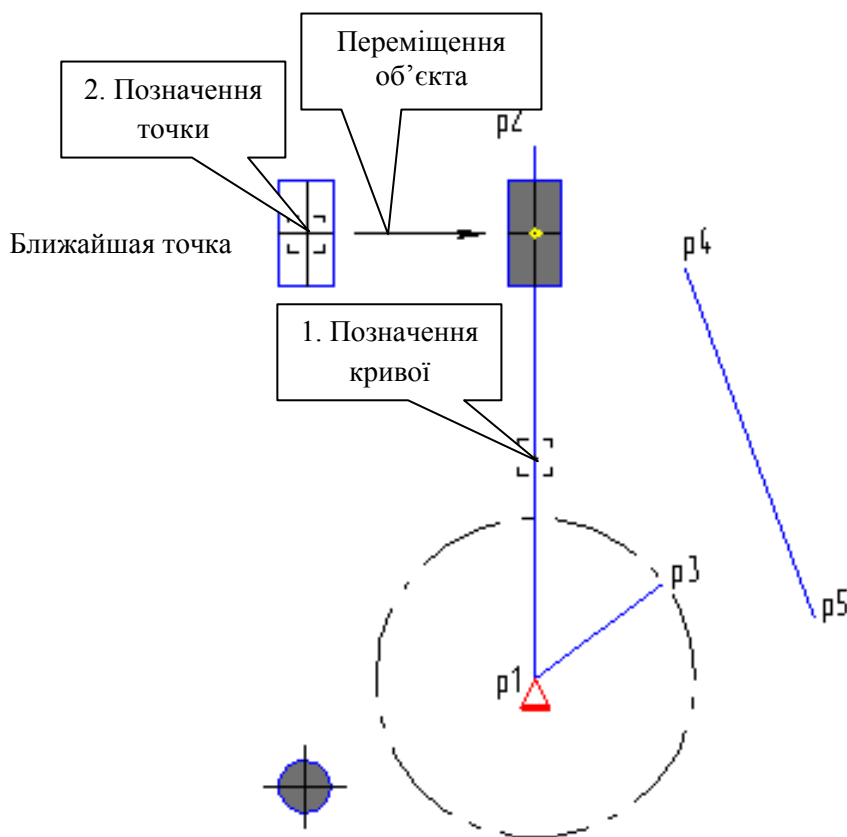

Рисунок 3.3 – З'єднання повзуна і напрямної
2. Увімкніть кнопку **Точка на кривій** на сторінці **Параметризувати**. Вкажіть мішенню на направляючу p1-p2 у будь-якій її точці, а потім за допомогою прив'язки **Ближайша точка** вкажіть на точку перетинання осевих ліній повзуна (рис. 3.3). Після цього повзун "стрибне" на напрямну. За рахунок чого це відбулося? Проставлена вами центральна точка придбала зв'язок **Точка на кривій** щодо напрямної, перемістилася на неї і "потягнула" за собою весь повзун.